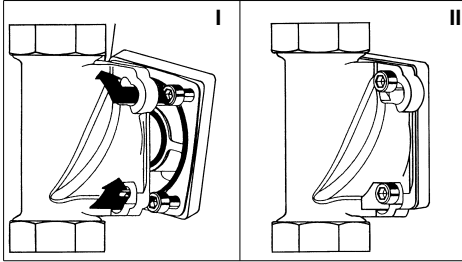

Abb. 3: Einbaudrehflansch mit Bajonett
- Die vier Flanschschrauben in die Bajonettbohrung am Einbaudrehflansch stecken (siehe Abb. 3 I).
- Die Wasserüberwachungs-Armatur im Uhrzeigersinn bis zum Anschlag drehen (siehe Abb. 3 II).